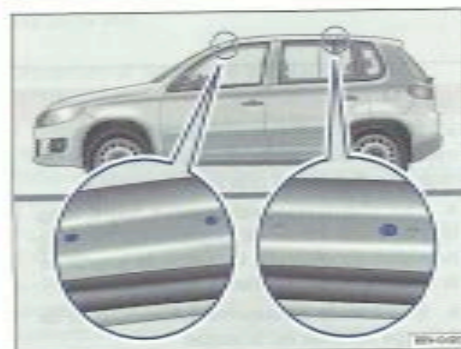
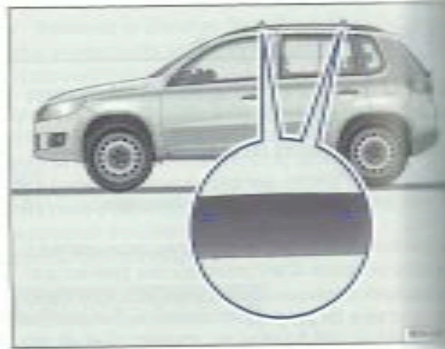

Fig. 102 Véhicules sans barres de toit : points de fixation pour supports de base et galerie porte-bagages.
Fig. 103 Véhicules avec barres de toit : points de fixation pour galerie porte-bagages.
Les alésages de fixation se trouvent sur les faces inférieures des renforts de pavillon et sont uniquement visibles lorsque la porte est ouverte → fig. 102 (agrandissements).
Les alésages de fixation se trouvent sur la face inférieure des barres de toit → fig. 103 (agrandissement).
- Fixez les supports de base **uniquement** sur les repères indiqués sur la figure → fig. 102 ou → fig. 103.